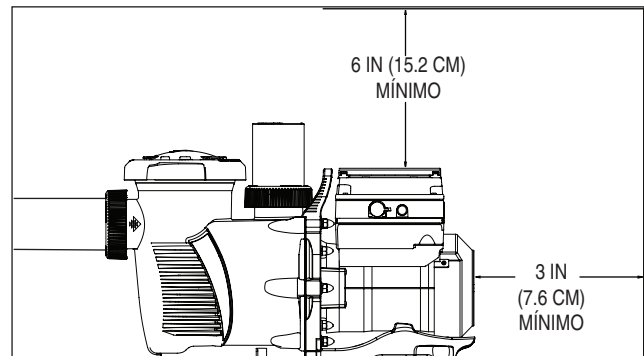

Figura 1: Holgura vertical y posterior de la bomba
6. Instalar la bomba con un espacio posterior de al menos 3 pulgadas (7.6 cm). De ese modo, el motor se puede quitar fácilmente para su mantenimiento y reparación. Ver **Figura 1**.